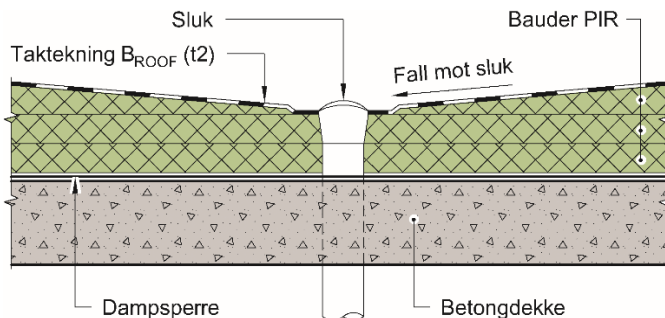

Fig. 7
- BauderPIR kan brukes mot og rundt gjennomføringer (også røykluker og overlyskupler) uten noen utskifting til ubrennbar isolasjon (A2-s1,d0). Se fig. 7.